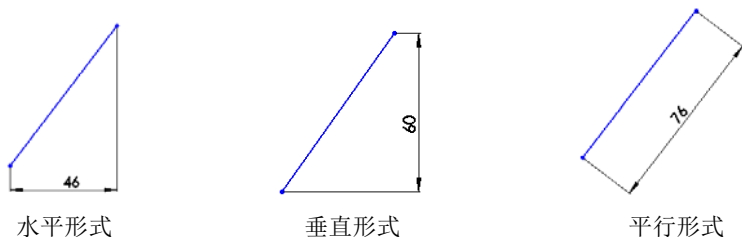

图 2-79 直线标注形式图示
1. 线性尺寸标注不仅仅是指标注直线段的距离，还包括点与点之间、点与线段直径的距离。标注直线长度尺寸时，根据光标所在的位置，可以标注不同的尺寸形式，有水平形式、垂直形式与平行形式，如图 2-79 所示。